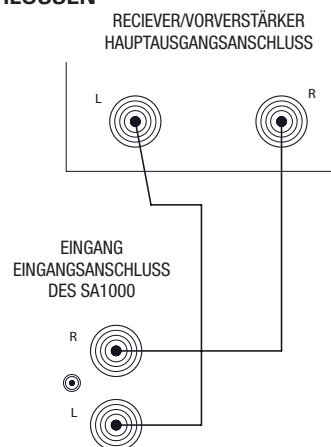

Abbildung 5
1. Verbinden Sie mittels eines Dualkanal-RCA-Kabels die Links- und Rechts-Hauptausgangsanschlüsse des Receivers/Vorverstärkers mit den entsprechenden EINGANGS-Anschlüssen an der Rückseite des SA1000 (s. Abbildung 5).